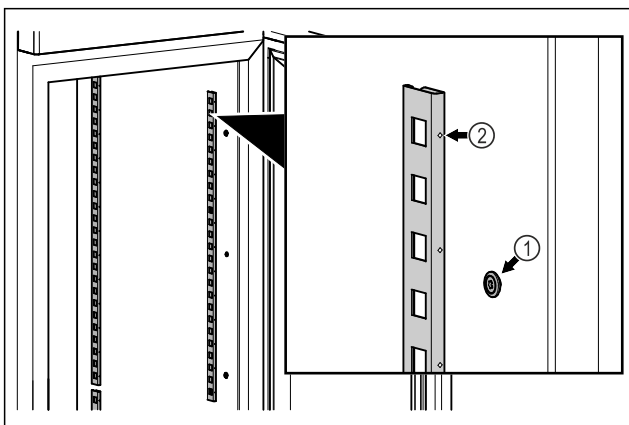

Fig. 56 Ilustrační zobrazení
- Zahákněte zářezkové lišty do zavěšení Fig. 56 (1). Označení Fig. 56 (2) musí směřovat dopředu.